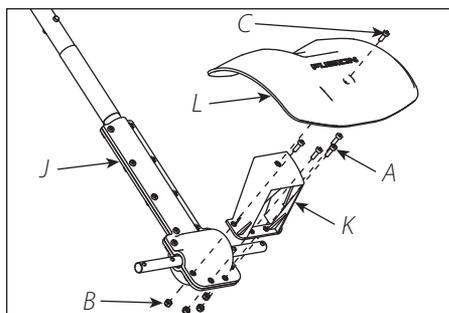

FIGURE 2
2. Monter le support de garde-boue (K) sur le réducteur (J) avec quatre vis (A) et quatre écrous (B) à l'aide de la clé en L (G) fournie dans le sac de pièces. **VOIR FIGURE 2**
3. Monter le garde-boue (L) sur le réducteur avec la vis (C) à l'aide de la clé en L (G). **VOIR FIGURE 2**